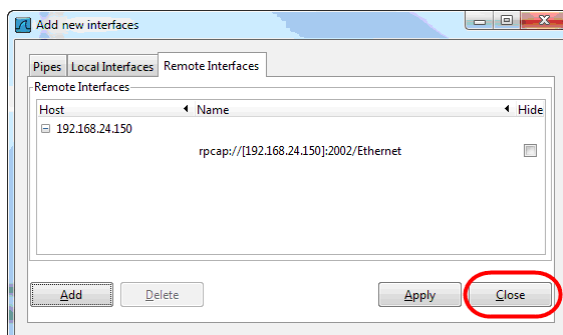

Abbildung 184: Neues Interface in Wireshark.
7. Wenn die Verbindung zum Gerät erfolgreich aufgebaut wurde, wird die Liste **Remote Interfaces** befüllt und enthält die Information über alle am Gerät verfügbaren Capture Ports wie in Abbildung 184 gezeigt.